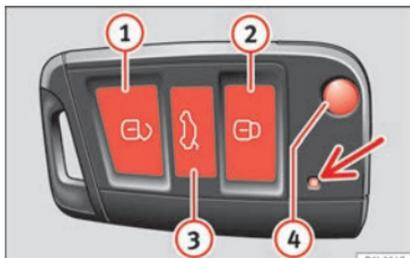

Fig. 131 Tasti della chiave con telecomando.
Con il tasto ④ » fig. 131 del telecomando, si sblocca lo scatto della chiave.
Sblocco del veicolo ② » fig. 131 ①.
Tasto di chiusura ① » fig. 131 ②.
Sblocco del portellone posteriore. Tenere premuto il tasto ③ » fig. 131 ③ fino a quando lampeggiano brevemente tutti gli indicatori di direzione. Dopo aver premuto il tasto di sblocco ③ ③, si hanno 2 minuti per aprire il portellone. Una volta trascorso questo periodo si blocca di nuovo.
Inoltre, la spia della batteria della chiave » fig. 131 (freccia) lampeggia.
- Premere il tasto   »» fig. 131 del telecomando.